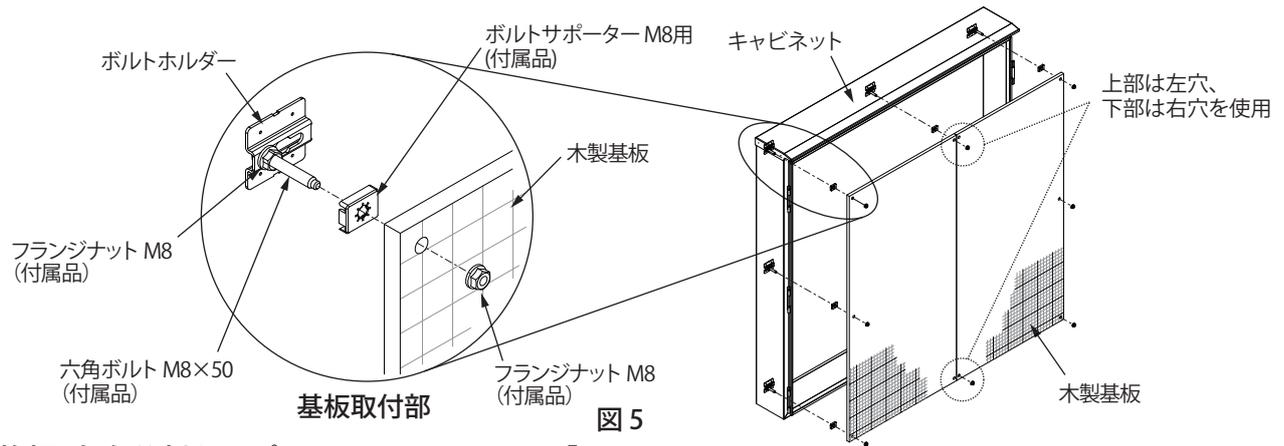

図 5
- (1) キャビネットに取付けの鉄製基板および固定に使用している取付部品をすべて取外してください。
- (2) キャビネットのボルトホルダーに六角ボルト M8×50 (付属品) をセットし、フランジナット M8 (付属品) で取付けてください。(図 5)
- (3) ボルトサポーター M8 用 (付属品)、木製基板の順にセットし、フランジナット M8 (付属品) で取付けてください。(図 5)
上下と中央では木ねじ 4.5-16 (付属品) を取付ける位置が異なりますので、図 5 で示した位置に取付けてください。